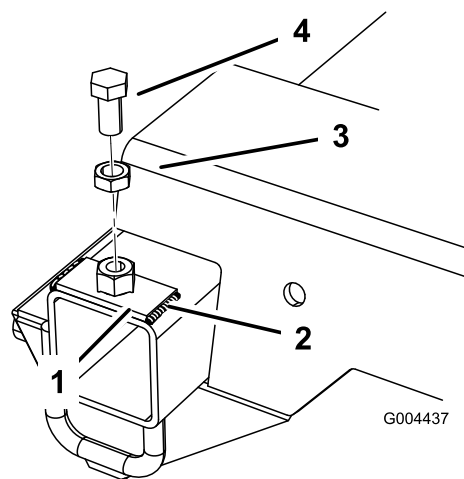

Figura 5
4. Solde a nova placa à estrutura com um perfil de 1/4 pol. nos lados esquerdo e direito da placa (Figura 5). Depois de o parafuso e a porca de bloqueio terem arrefecido, retire-os.